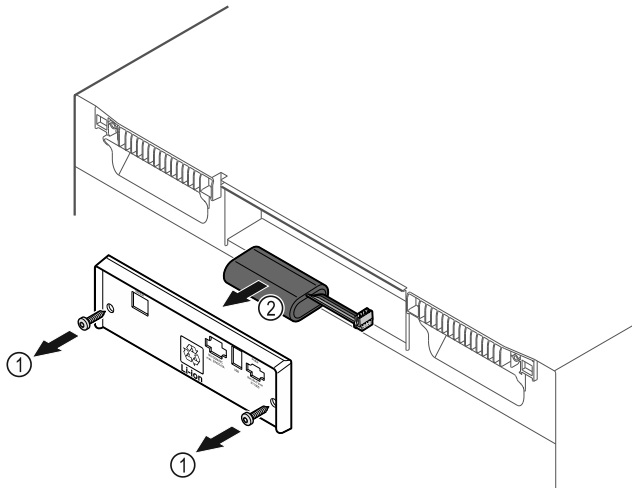

Fig. 173
- ▶ Dévisser les vis et retirer le couvercle situé à l'arrière de l'appareil Fig. 173 (1).
- ▶ Débrancher et retirer la batterie Fig. 173 (2).